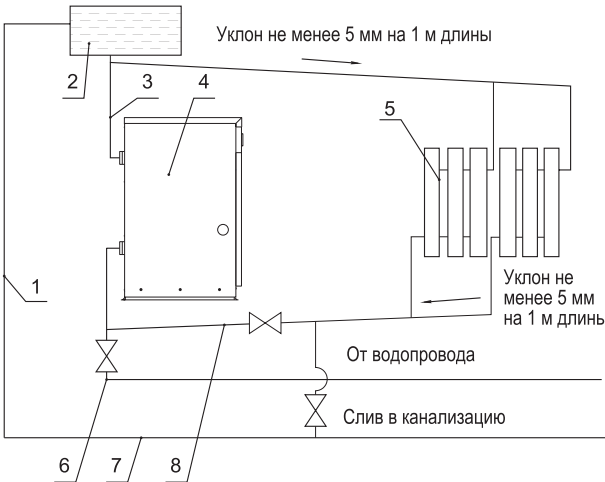

Рисунок 5
- высота трубы над крышей должна быть не менее размеров, указанных на рис.5, 6. Обратите внимание на положение оголовка трубы с несколькими каналами относительно конька крыши;